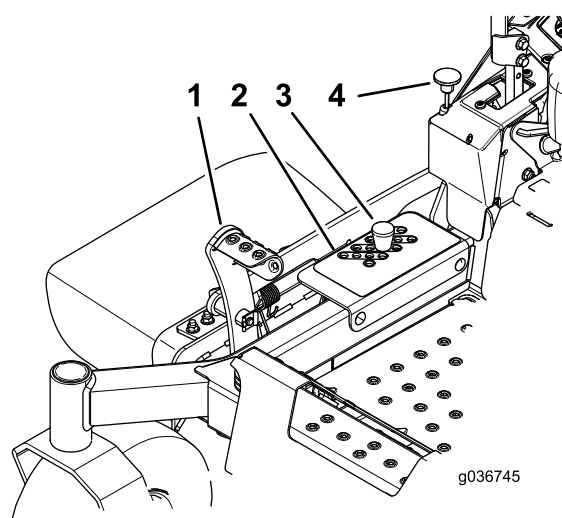

Рисунок 29
2. Нажмите на педаль подъема деки ногой и поднимите дека газонокосилки в TRANSPORT (ТРАНСПОРТНОЕ) положение (также соответствующее положению высоты скашивания 127 мм), как показано на Рисунок 29.
3. Извлеките штифт из кронштейна высоты скашивания (Рисунок 29).
4. Выберите отверстие в кронштейне высоты скашивания, соответствующее требуемой высоте скашивания, и вставьте штифт (Рисунок 29).